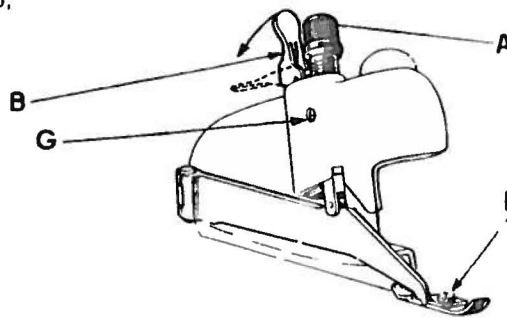

fig. 21
b) Cambio Ago (fig. 21)
c) Posizionamento e regolazione pressione del piedino (fig. 21)